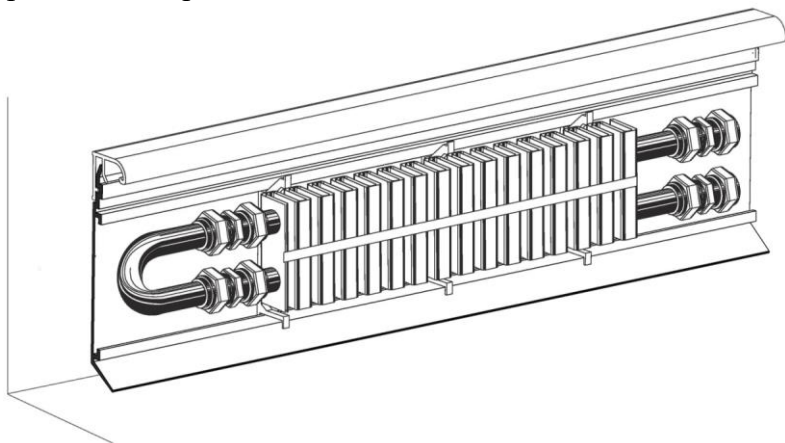

Рис.6
10. Установить поворотные элементы 180° в конце каждого контура для соединения верхней и нижней трубок греющего модуля Рис.6.